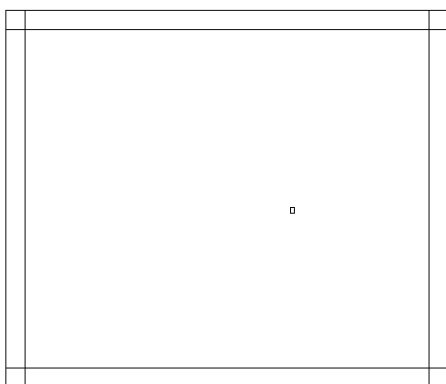

Рис. 2.11 ▼ Все четыре линии смещены внутрь контура тумбы
8. Щелкните на третьей линии, затем внутри прямоугольного контура, а затем – на четвертой линии и снова внутри контура (рис. 2.11).
Итак, внутренние линии стенок тумбы построены. Однако, сравнив рис. 2.11 с рис. 2.2, вы увидите, что часть линий на полученном чертеже лишние, а некоторых не хватает. Вскоре мы решим эту проблему, однако пока что познакомимся с еще одним инструментом AutoCAD, предназначенным для выполнения сопряжения объектов.